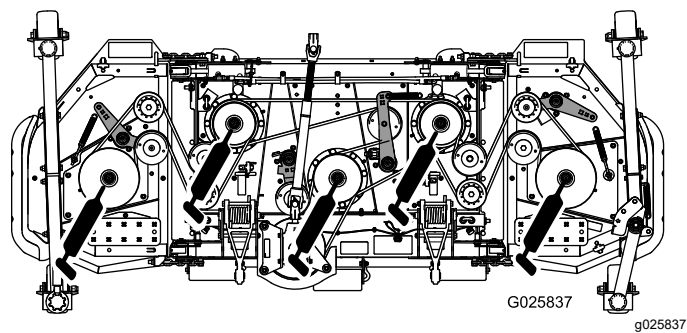

Рисунок 21
- Подшипники вала шпинделя (5 мест) (Рисунок 21)